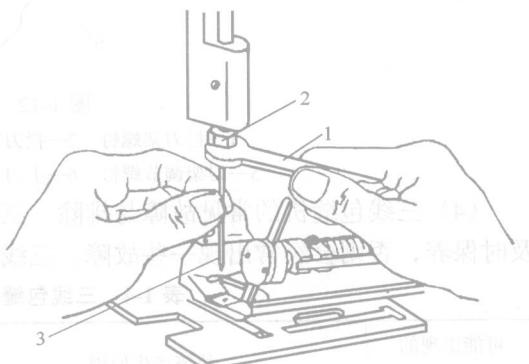

图 1-10 安装机针
1) 安装机针。安装机针时,用右手将飞轮向外旋转,使针杆上升至最高位置用专用扳手 1 将夹针螺母 2 向左旋松,装上所选择的机针 3,如图 1-10 所示。安装机针时必须注意针柄应向上顶住,机针的长槽一面要面向操作者。机针装进针杆后要用扳手将夹针螺母旋紧。如果出现跳针现象,则说明机针安装不到位或针槽方向不对。